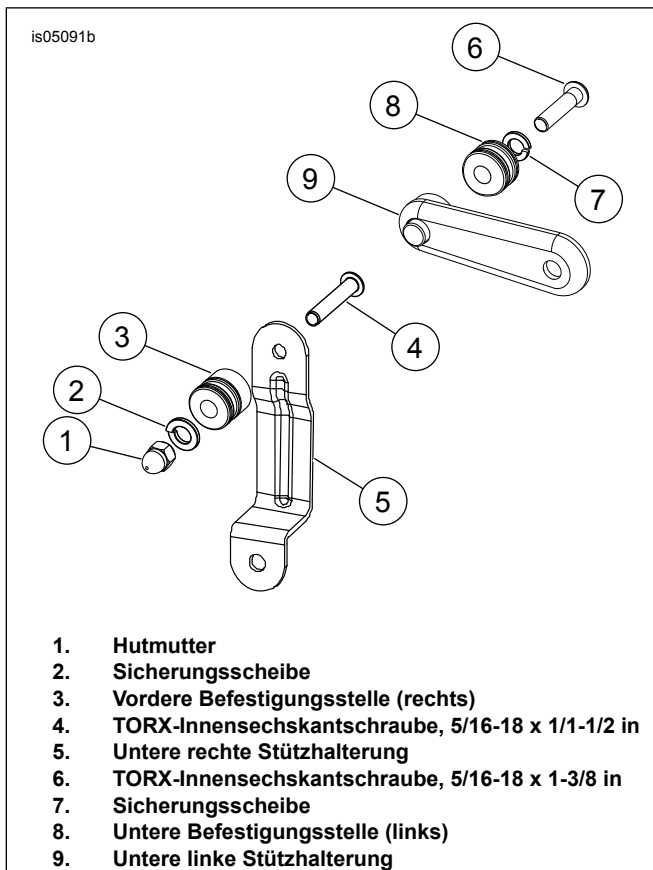

Abbildung 3. Stützhalterungs-Baugruppen (Modelljahr 2008)
1. Siehe Abbildung 3. Die 1-1/2-in-TORX-Innensechskantschraube (4) benutzen und folgende Teile der Reihe nach auflegen: durch die Rückseite der rechten, unteren Halterung (5), Befestigungsstelle (3), Sicherungsscheibe (2) und Hutmutter (1).
1. Siehe Abbildung 3. Die 1-3/8-in-TORX-Innensechskantschraube (6) benutzen und folgende Teile der Reihe nach auflegen: Sicherungsscheibe (7), untere Befestigungsstelle (8) und diese an der Halterung (9) befestigen.